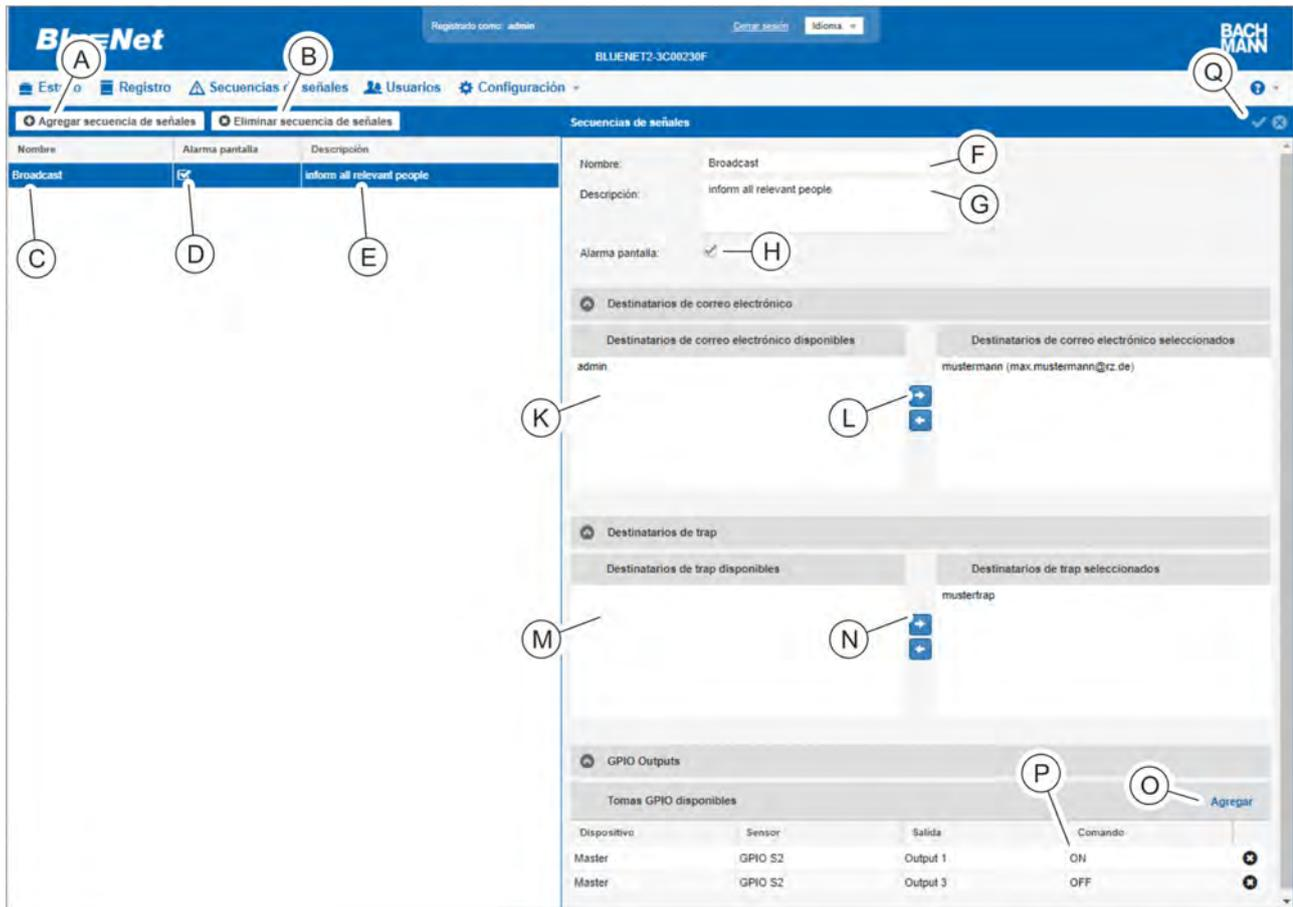

Fig. 123: Menú "Secuencias de señales"
2. Con el botón "Agregar secuencia de señales" (Fig. 123/Ⓐ), cree una nueva secuencia de señales.
Para modificar una secuencia de señales existente, seleccione la secuencia de señales correspondiente en la lista (Fig. 123/Ⓒ).
3. En el campo "Secuencias de señales", introduzca un nombre para la secuencia de señales (Fig. 123/Ⓔ).
4. En caso necesario, introduzca una descripción de la secuencia de señales (Fig. 123/Ⓢ).
5. En caso necesario, marque la casilla de verificación "Alarma pantalla" para que aparezca un mensaje de alarma en la pantalla de la PDU (Fig. 123/Ⓣ).
6. En el campo "Destinatarios de correo electrónico disponibles" (Fig. 123/Ⓚ), seleccione en caso necesario un destinatario para el mensaje de correo electrónico y arrástrelo con el botón  hasta el campo "Destinatarios de correo electrónico seleccionados" (Fig. 123/Ⓛ).
7. En el campo "Destinatarios de trap disponibles" (Fig. 123/Ⓜ), seleccione en caso necesario un destinatario de trap y arrástrelo con el botón  hasta el campo "Destinatarios de trap seleccionados" (Fig. 123/Ⓨ).
8. Si la secuencia de señales debe asociarse a una salida del módulo GPIO, seleccione el botón "Agregar" (Fig. 123/Ⓩ).
10. En caso necesario, seleccione en la lista la salida correspondiente y, con el menú de selección "ON"/"OFF" (Fig. 123/C), determine si hay que conectar o desconectar el relé al emitirse la secuencia de señales.
11. Confirme la selección con el botón "Guardar" (Fig. 123/D).
- ⇒ La secuencia de señales se ha creado (Fig. 123/E).
i Para eliminar una secuencia de señales, seleccione la secuencia de señales que desee (Fig. 123/C) y haga clic en el botón "Eliminar secuencia de señales" (Fig. 123/D). A continuación, aparece un cuadro de diálogo con una pregunta que debe confirmarse.